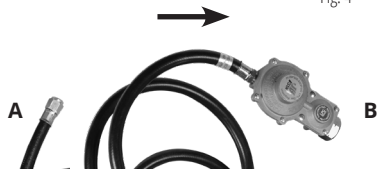

Fig. 4
3. Collegare il tubo di collegamento del gas all'uscita del LPG sul pannello del generatore (il lato A si collega all'uscita del LPG sul pannello del generatore in Fig. 4).
4. Collegare il tubo con il lato in cui si trova il riduttore alla bombola del gas (il lato B è collegato alla bombola in Fig. 4).